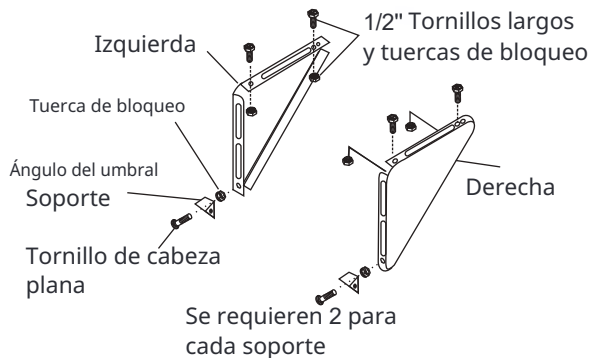
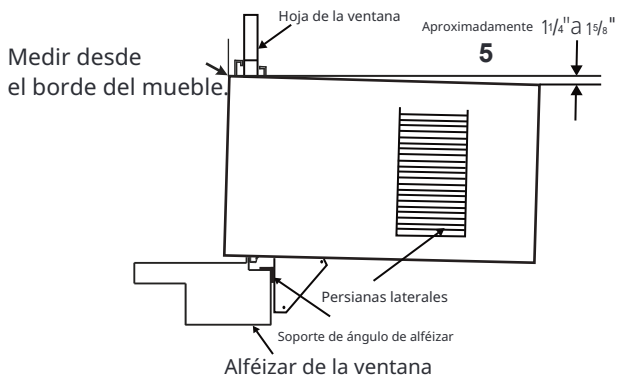

Fig. 15B
Fig. 14
- Ensamble el soporte de ángulo de alféizar a los soportes de montaje en la posición marcada (Fig. 15B). Apriete a mano, pero permita cambios posteriores. **NOTA** Compruebe que el aire acondicionado está inclinado hacia atrás aproximadamente $1/4"$ a $1/8"$ (inclinado alrededor de 3° a 4° hacia abajo hacia el exterior). Después de la instalación adecuada, el condensado no debe drenar del orificio de drenaje de desbordamiento durante el uso normal, corrija la pendiente de lo contrario (Fig. 14).